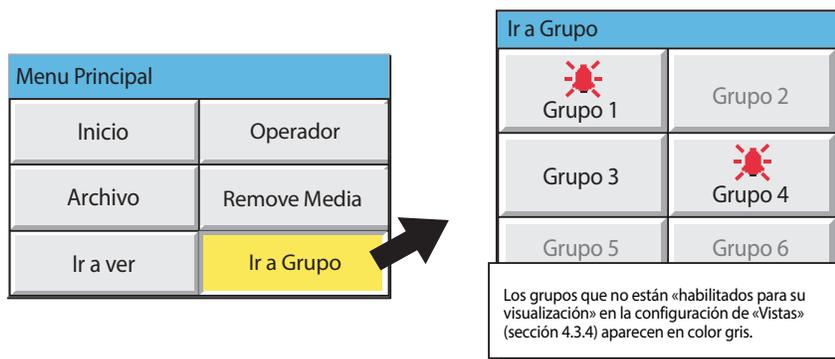

Imagen 3.2.1b Menú raíz con el submenú «Ir a Grupo»
**Ir a Grupo** Permite seleccionar un grupo para su visualización. Los grupos que no están «habilitados para su visualización» en la página «Configuración/Vistas» (sección 4.3.4) aparecen en color gris. Aparece un icono de alarma para cualquier grupo que tenga una o más alarmas (como se muestra a continuación para los grupos 1 y 4 en la imagen 3.2.1b). Si alguna de las alarmas del grupo no ha sido reconocida, el icono parpadeará.